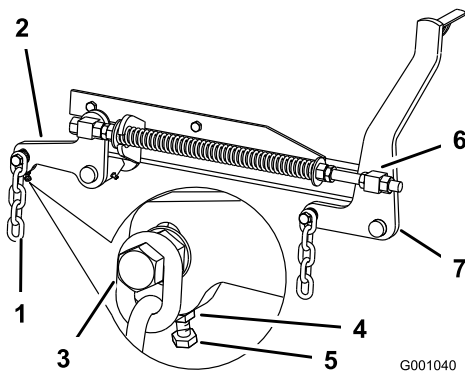

Figure 78
7. Si la distance mesurée au point **B** ou **C** n'est pas correcte, desserrez le boulon de fixation de la chaîne arrière au bras de support arrière (Figure 78).
8. Desserrez l'écrou de blocage sous le bras de support arrière et agissez sur le boulon de réglage de manière à obtenir une distance de 79 à 83 mm (Figure 78).
7. Desserrez d'environ 13 mm les écrous de blocage à l'avant des pivots avant gauche et droit (Figure 78).
8. Réglez les écrous de relevage sur les côtés gauche et droit de la machine de manière à abaisser l'avant de 6 à 10 mm au point **A** par rapport au point **B** à l'arrière (Figure 78).